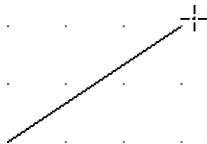

图 6-96 确定一条直线
2. 启动绘制贝塞尔曲线命令后，鼠标变成十字形。将十字光标移到指定位置，单击鼠标，确定贝塞尔曲线的起点。然后移动光标，再次单击鼠标确定第二点，绘制出一条直线，如图 6-96 所示。